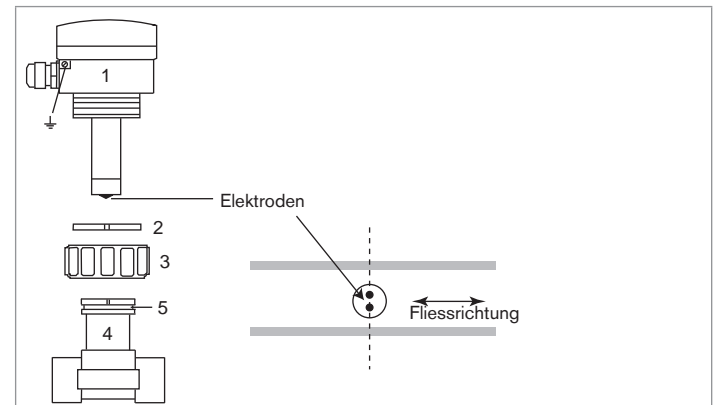

Bild 11: Installation des Transmitters in der Rohrleitung
- Die Überwurfmutter (siehe Punkt 3 in Bild 11) auf das Fitting setzen.
- Den Ring (Punkt 2 in Bild 11) in der Rille befestigen (Punkt 5 in Bild 11).
- Den Transmitter (Punkt 1 in Bild 11) in das Fitting einsetzen, dabei die Kabeldurchführungen parallel zur Rohrleitung positionieren.
- Die Überwurfmutter (Punkt 3 in Bild 11) von Hand am Transmitter festziehen.